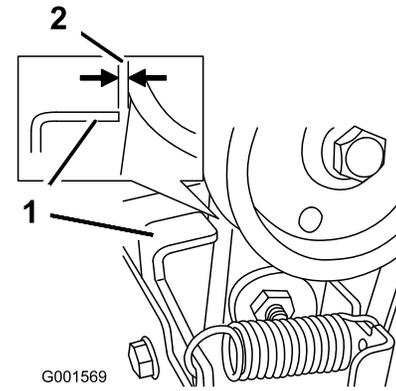

Figure 50
3. Lorsque le levier de commande de la vis sans fin/turbine est désengagé, vérifiez qu'il existe un écart de 1,5 mm (1/16") entre l'ensemble embrayage de vis sans fin et la patte (Figure 50).